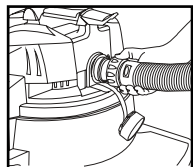

FIGURA 30
49. Esta aspiradora puede utilizarse como un soplador potente. Para usar la unidad como soplador, destornille la tapa del puerto del soplador ubicada en el lado posterior de la tapa del depósito. Extraiga cualquier obstrucción de la manguera. Inserte el extremo de la manguera con la tuerca de fijación dentro del puerto del soplador y apriete la tuerca de fijación. **FIGURA 30**. No apriete en exceso. Debe tenerse mucho cuidado cuando se utiliza como soplador debido a la fuerza poderosa del aire cuando se utilizan ciertos accesorios.